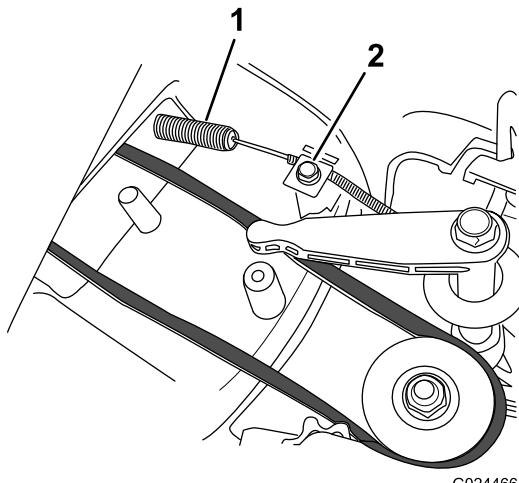

Figure 30
- Remplacez le câble du frein de lame, mais ne serrez pas le serre-câble au sommet du carter du plateau de coupe (Figure 30).